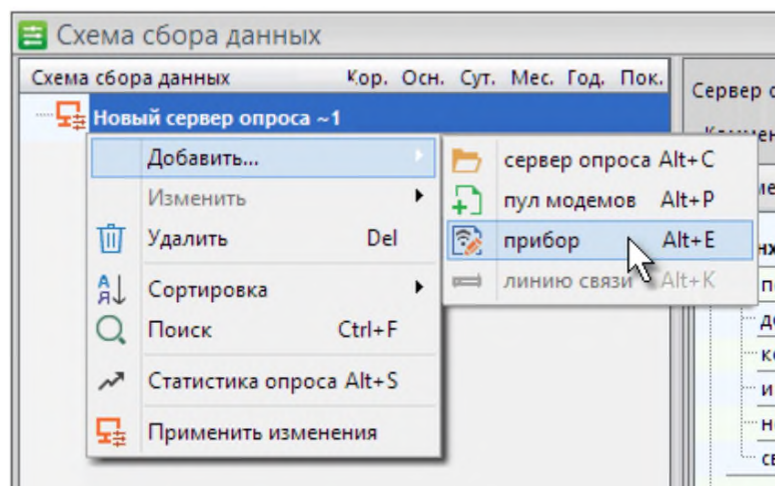

Рисунок 2.3.
2.2.2 Для имеющегося сервера опроса выберите в контекстном меню сервера опроса пункт **Добавить** → **прибор**, рисунок 2.3